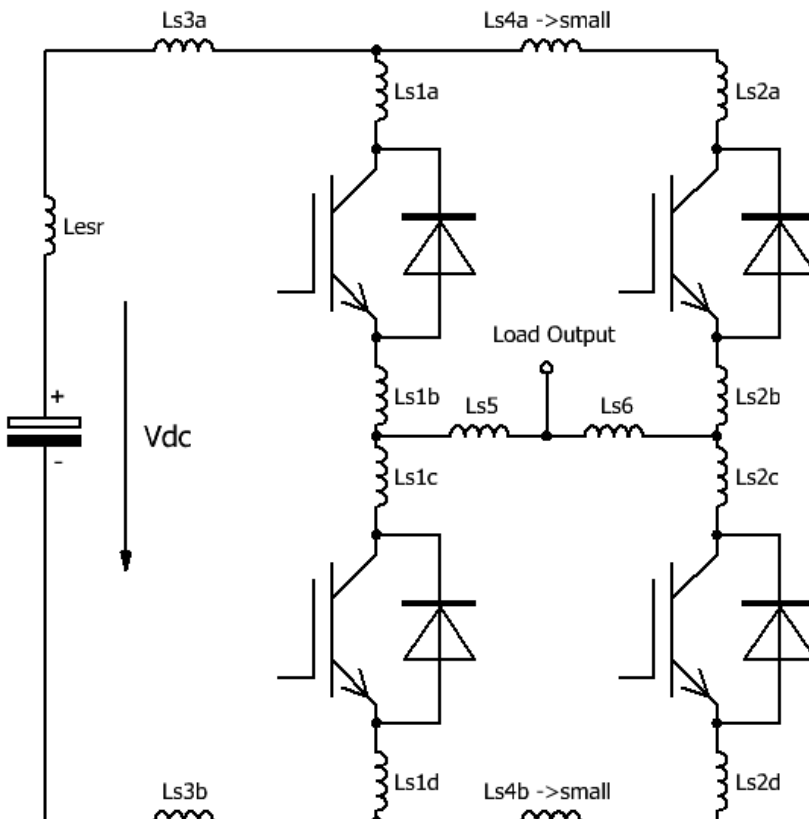

図 17 ハーフブリッジ トポロジと浮遊インダクタンス
- 動作の対称性を確保するため、コンバータは並列接続された IGBT モジュールに対してできるだけ対称になるように構成する必要があります。並列接続された各 IGBT モジュールの DC リンク浮遊インダクタンスは特に一致している必要があります (図 17 の $Ls1x \approx Ls2x$ 、 $Ls5 \approx Ls6$)。